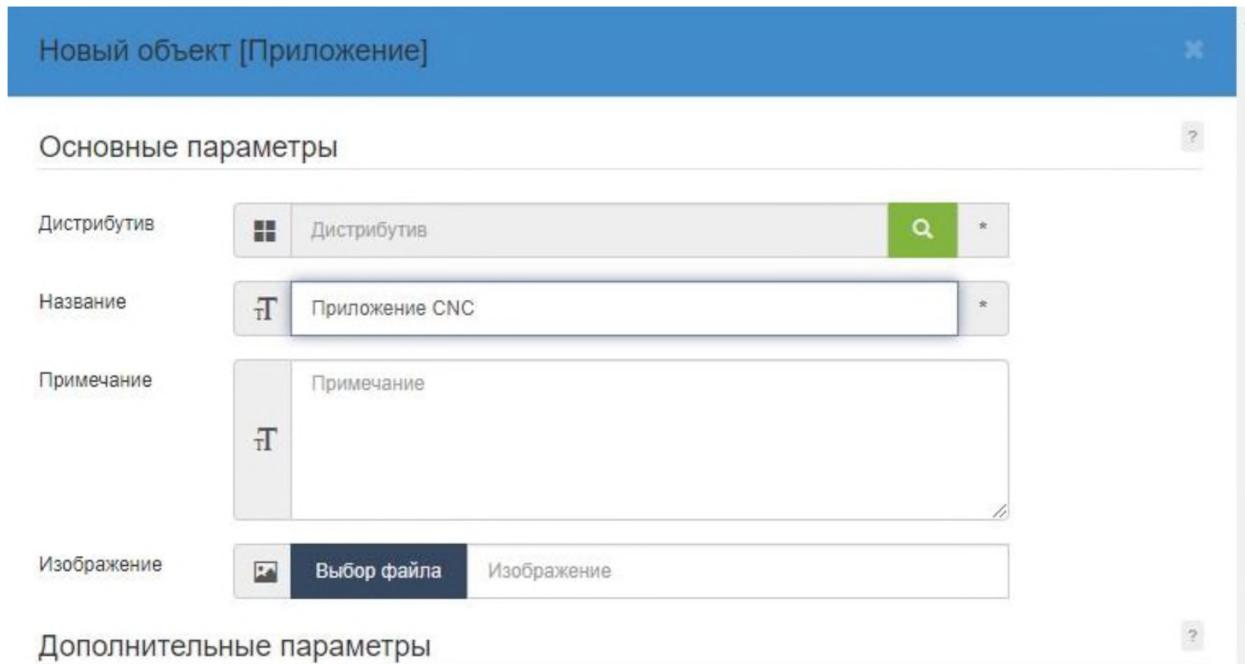

Рисунок 19 – Поиск приложения по названию
- 4) Введите свое название приложения и нажмите кнопку поиска в поле **Дистрибутив** (рис. 19).